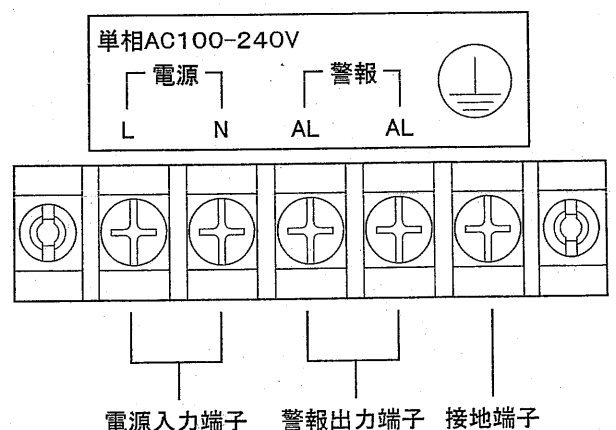

図14
3. 端子台の接地端子を利用して、本体のアース接続を必ず行ってください。(図14)